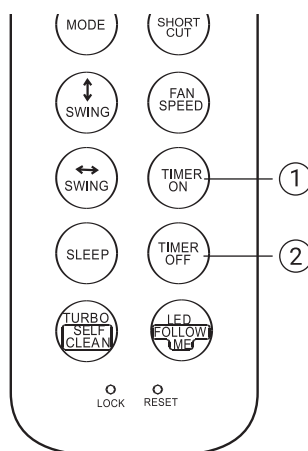

Рис. 8
**Операции с таймером (рис. 8)**